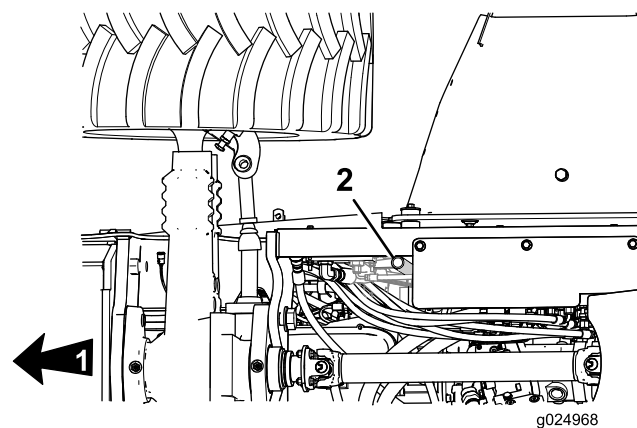

Figura 72
1. Ispezionate il tubo di sfiato del carter (Figura 72) per verificare l'assenza di fango, detriti o ghiaccio all'interno del tubo.